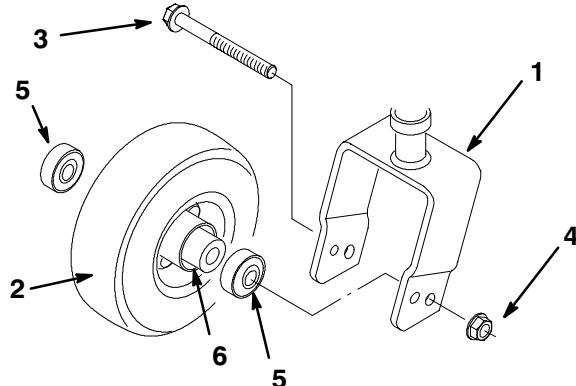

Abbildung 24
- Sicherungsmutter und Kopfschraube entfernen, mit denen das Laufrad in der Laufradgabel befestigt ist (Abb. 24).
- Das Laufrad aus der Gabel nehmen (Abb. 24).
- Das äußere Lager von der Radnabe entfernen und das Lagerabstandsstück herausfallen lassen (Abb. 24).
- Das andere äußere Lager entfernen (Abb. 24).